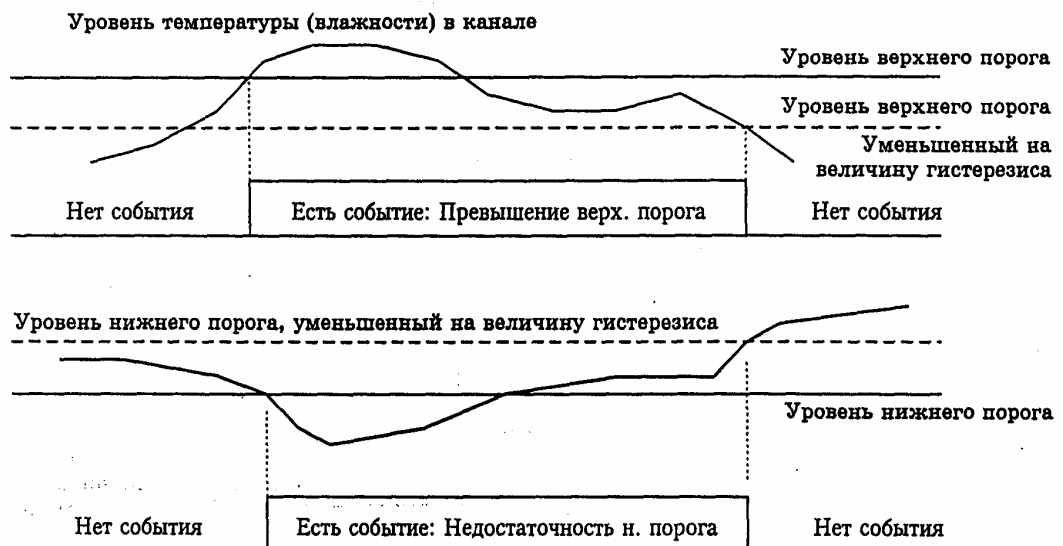

Рис. 3 Пояснение работы системы управления с зоной гистерезиса
**3.3.2.** Находясь в рабочем режиме, нажмите однократно кнопку **“Режим”**. Прибор перейдет в режим **“Установки порогов”**. При этом на индикаторе **“Режим”** отобразится буква **“П”**. В режиме **“Установки порогов”** прибор позволяет установить для каждого параметра два пороговых значения - верхнее (верхний порог) и нижнее (нижний порог). Пороги - это верхняя и нижняя границы допустимого изменения соответствующей величины. При превышении параметром верхнего порога или снижении ниже нижнего порога в любом из незамаскированных параметров прибор обнаруживает это событие и выдает световой и звуковой сигнал. Общее число возможных событий в приборе - 1 канал x 2 параметра x 2 порога = 4. В данном режиме также устанавливаются значение ширины зоны регулирования (гистерезиса) для каждого порога. Наличие зоны гистерезиса необходимо для четкого (без дребезга) срабатывания линий управления (см. рис.3).